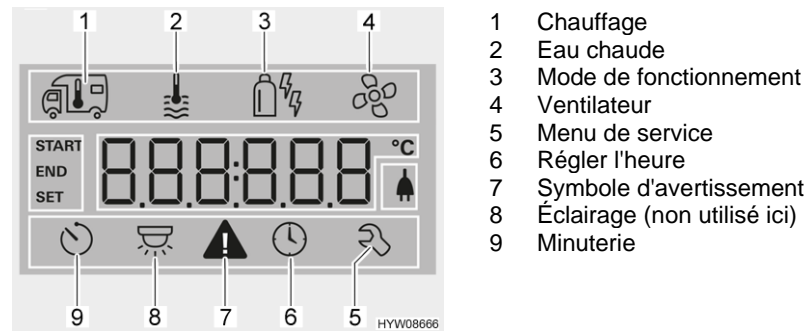

Fig. 88 Écran (unité de commande)
- Tourner le bouton-poussoir tournant (Fig. 87,6) jusqu'à ce que le symbole de menu du chauffage (Fig. 88,1) clignote.
- Tourner le bouton-poussoir tournant (Fig. 87,6) jusqu'à ce que le symbole de menu de l'eau chaude (Fig. 88,2) clignote.
- Tourner le bouton-poussoir tournant (Fig. 87,6) jusqu'à ce que le symbole de menu de mode de fonctionnement (Fig. 88,3) clignote.
- Tourner le bouton-poussoir tournant (Fig. 87,6) jusqu'à ce que le symbole de menu du ventilateur (Fig. 88,4) clignote.
- Tourner le bouton-poussoir tournant (Fig. 87,6) jusqu'à ce que le symbole de menu de la minuterie (Fig. 88,9) clignote.
- Appuyer sur le bouton-poussoir tournant. La minuterie est activée. Le symbole de la minuterie (Fig. 88,9) clignote quand cette dernière est programmée et active.
En cas d'avertissement, le symbole correspondant (Fig. 88,7) clignote. Le chauffage continue de fonctionner. Le symbole d'avertissement s'éteint de lui-même quand il ne s'agit que d'un dérangement passager.